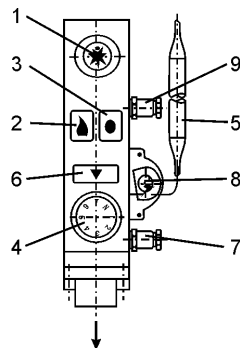

Рис. 2. Газовый клапан CR 640
Равномерную нагрузку обогревательной установки, независимо от колебания давления в сети газопровода обеспечивает редуктор, встроенный в комбинированный газоклапан (рис. 2.). Давление в газовой сети можно контролировать на манометре, присоединенном на измерительном патрубке (9), расположенного рядом с входным патрубком газоклапана. Давление горелки установки (давление после газоклапана) можно регулировать лишь при номинальном или выше этого давления подсоединенного газа.